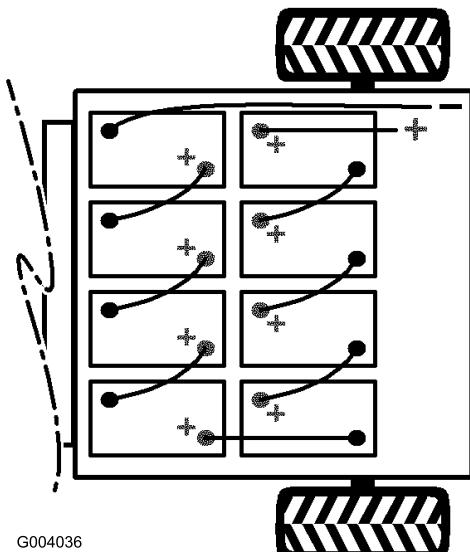

Figura 6
- Instale as baterias (Figura 6).
Nota: Obs.: Preste atenção à polaridade das baterias quando trocar de baterias (Figura 6).
6. Ligue as baterias umas às outras com os cabos próprios (Figura 6).
7. Aperte o parafuso e fixe o outro lado do dispositivo de bloqueio com um parafuso novo (5/16 x 3/4 pol.) e porca flangeada (5/16 pol.) (Figura 6).
8. Ligue o fio positivo comprido e vermelho das baterias à máquina (Figura 6).
9. Ligue o fio negativo comprido e preto das baterias à máquina (Figura 6).